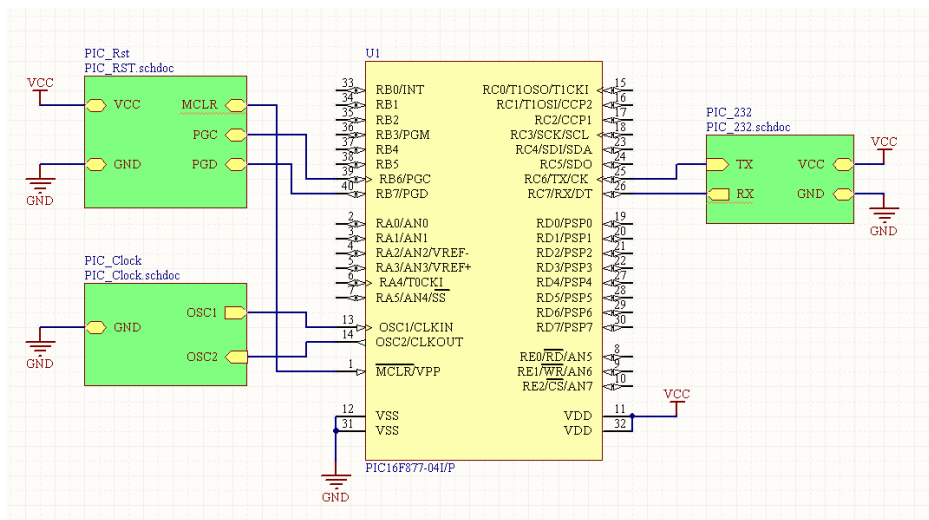

图 4.10 连接好的顶层电路
(22) 使用“Wiring”工具栏中的布置电源工具和连接导线工具，布置电源，并连接各子图端口和电源，完成系统最上层的设计图，绘制的原理图如图 4.10 所示。